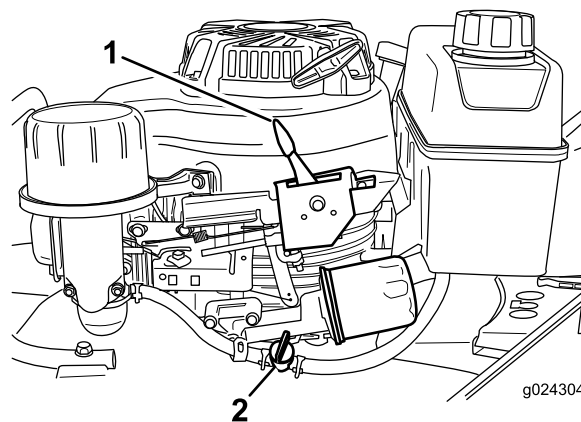

Figura 15
2. Deschideți valva de combustibil deplasând maneta acesteia spre **dreapta** (Figura 15).
Eliberați bara de comandă pentru lamă i deplasați maneta de control al accelerației (Figura 15) în poziția STOP.
**Notă:** Închideți valva de combustibil (Figura 15) dacă nu veți porni motorul o perioadă de timp.